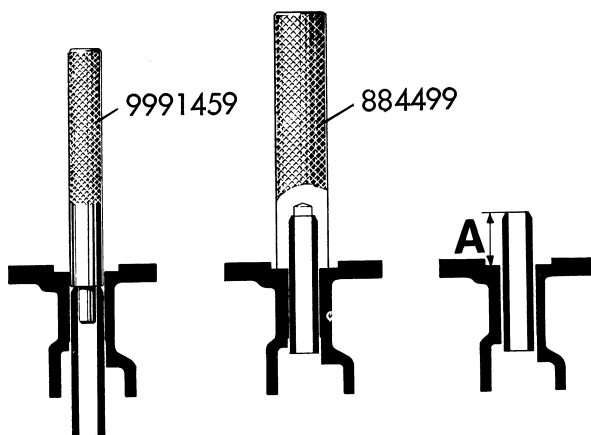

Fig. 11. Verktøy for demontering og montering av ventilstyrning.
1. Pressa ur ventilstyrningarna med verktyg nr 9991459 (fig. 11).
2. Olja in styrningarna utvändigt och pressa i dem med verktyg nr 884499, vilket ger styrningen rätt höjd över locket fjäderplan. Efter ipressningen skall avståndet "A" vara 18 mm (se fig. 11).